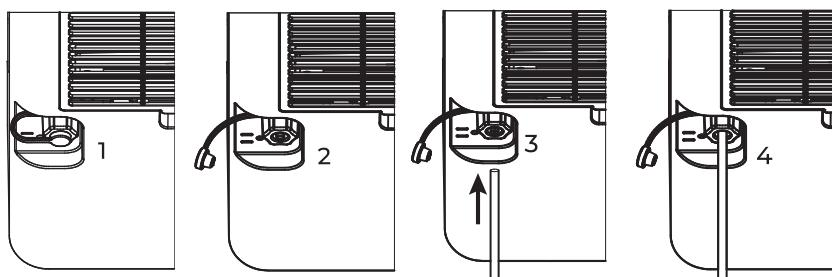

Рис. 4.
- В. Непрерывный слив (Рис. 4). Для слива конденсата подсоедините дренажный шланг к отверстию в верхней части бака и организуйте отвод воды в специальную емкость либо в канализационное отверстие.